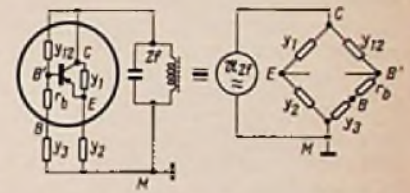

Bild 6. Die Neutralisationsbrücke
Über die Kollektorbasiskapazität C_{CB} (Y_{12}) erfolgt eine Spannungsgegenkopplung für die Zwischenfrequenz, die den wirksamen Innenwiderstand des Transistors verkleinert. Um dies zu vermeiden, wird die Gegenkopplung dadurch aufgehoben, daß die Steuerstrecke Emitter (E) - innere Basis (B') in einer abgeglichenen Brückendiagonale liegt (siehe Bild 6).